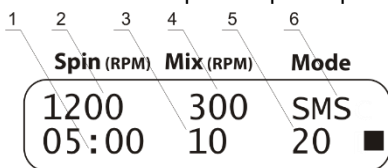

Рисунок 3. СМС-алгоритм
- 5.9.1 Выберите режим смс-алгоритма (индикация **S.M.S.** параметра **Mode**, рис. 3/6).
- 5.9.2 Установите необходимую скорость центрифугирования, 300–1500 об/мин (шаг 100 об/мин, рис. 3/2).
- 5.9.3 Установите время центрифугирования, 1 с–30 мин (шаг 1 с, после 1 мин. - 1 мин., рис. 3/1).
- 5.9.4 Установите скорость вортексирования, 300–1200 об/мин (шаг 100 об/мин, рис. 3/4).
- 5.9.5 Установите время вортексирования, 1–60 с (шаг 1 с, рис. 3/3).
- 5.9.6 Установите число повторений установленного смс-алгоритма, 1–999 (рис. 3/5).